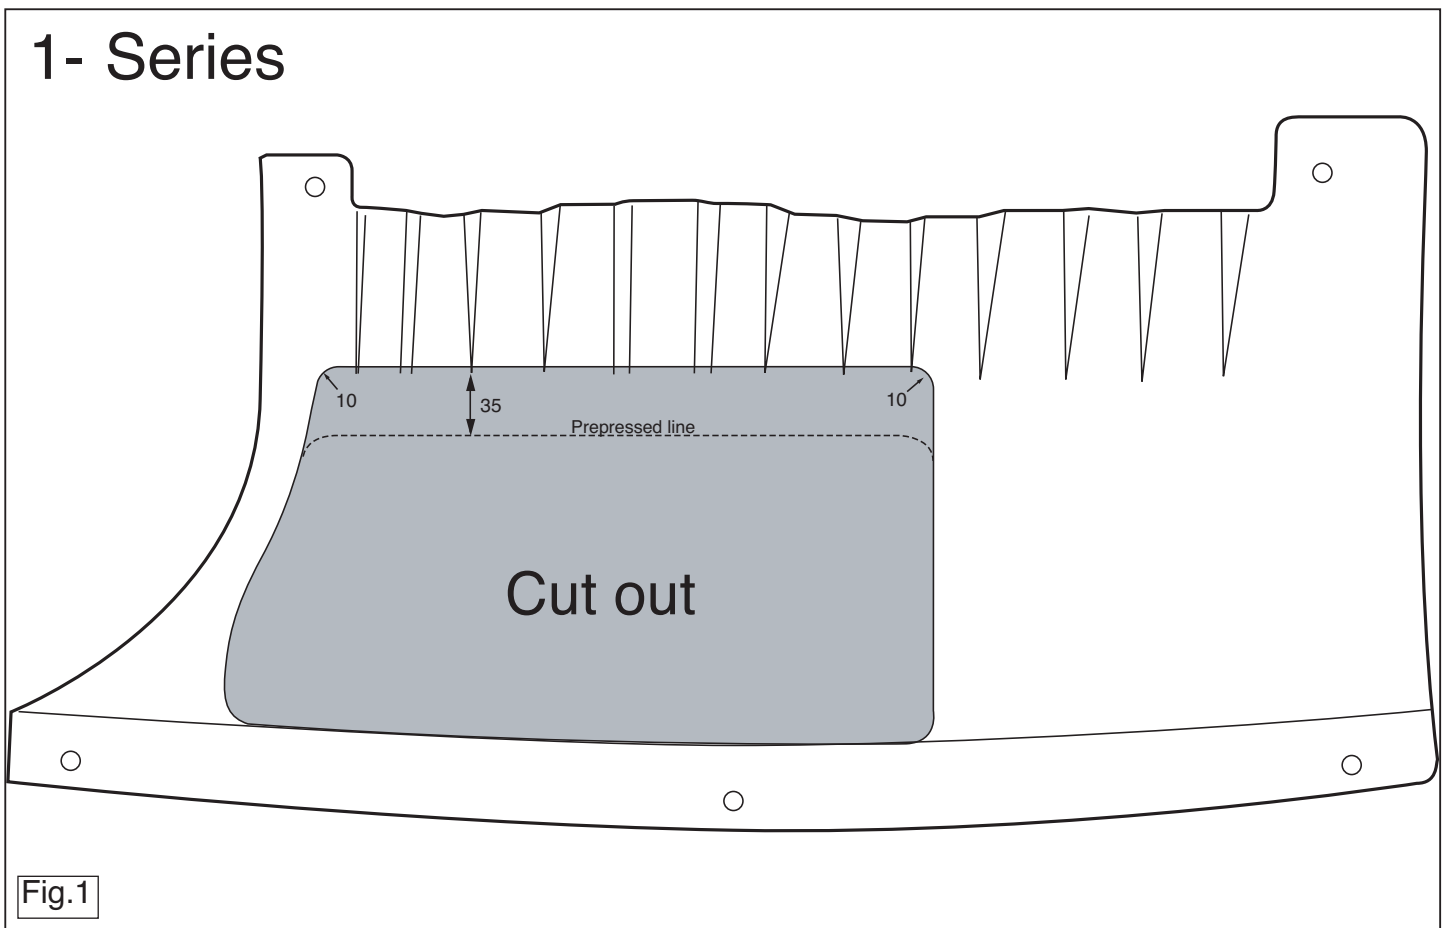

Fig.1
12. Gemäß Abb. 1 einen Teil aus der Abdeckplatte heraussägen.
12. Scier une partie de la plaque de protection conformément à la figure 1.